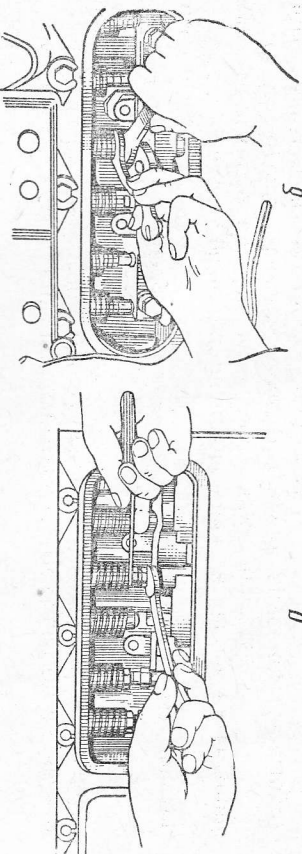

Рис. 41. Регулировка зазора между стержнем клапана и толкателем: а — установка зазора; б — закрепление контргайки регулировочного болта толкателя.
5. Отрегулировать зазоры между стержнями клапанов и головками болтов толкателей (рис. 41):